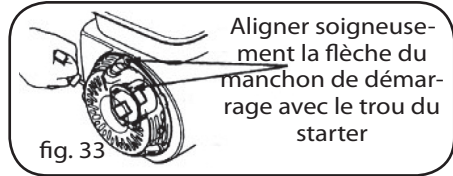

fig. 33
3. Tirer le cordon de démarrage jusqu'à sentir une petite résistance, continuer à le tirer jusqu'à aligner la flèche du manchon de démarrage avec le trou du starter. À ce moment, les soupapes d'aspiration et d'échappement seront fermées et on évitera ainsi la rouille et que de la poussière ou autre puisse pénétrer dans le cylindre (Fig. 33).